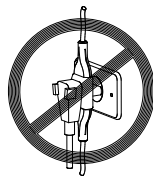

Fig. 18
- Em hipótese alguma, conectar outros aparelhos na mesma tomada (fig. 18).